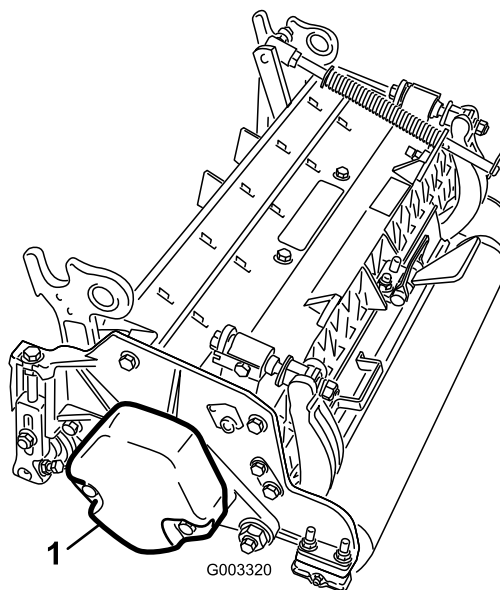

Figura 3
4. Certifique-se de que o contrapeso (Figura 3) está instalado na extremidade adequada de cada unidade de corte conforme descrito no *Manual do utilizador* das unidades de corte.